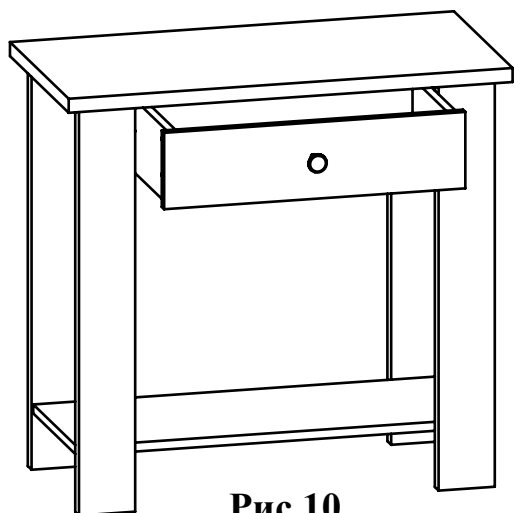

Рис.10
9. Установите ящик в корпус стола (Рис. 10).